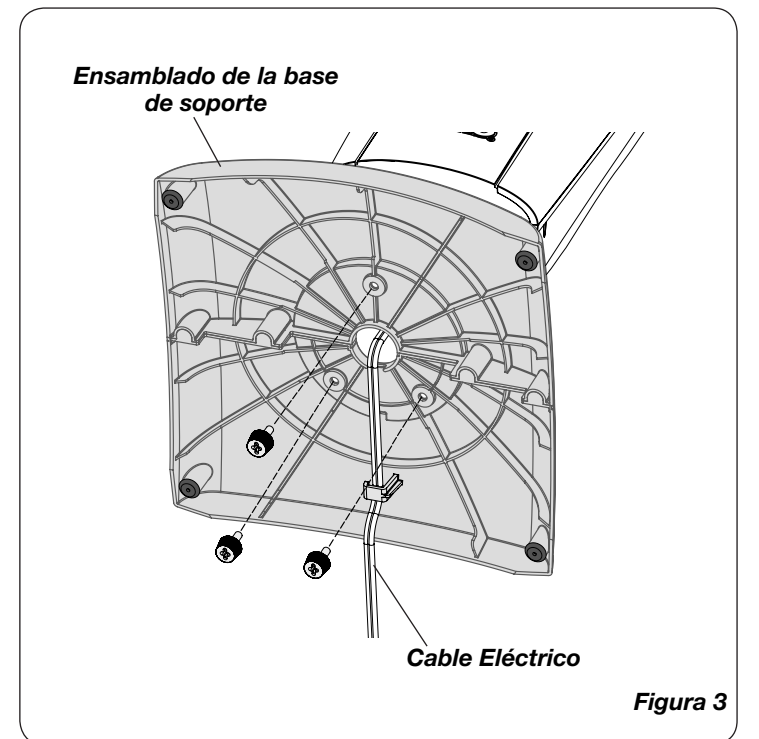

Figura 3
- Alinee los orificios de la base de soporte con el inserto roscado en la parte inferior del ventilador. Asegure los (3) tornillos mariposa en los cuatro agujeros en la parte inferior de la base (Figura 3). Utilice la mano o un conductor de tornillo de Philips para apretar.
- Dirija el cable de alimentación eléctrica por detrás de la base de soporte como se muestra (Figura 3).